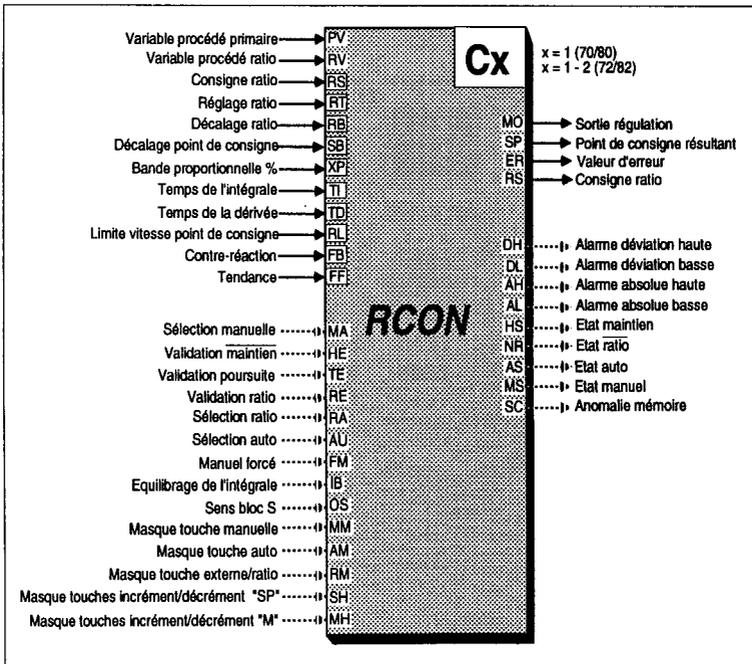

Figure 4.35 Connexions bloc **RCON**
La figure 4.35 représente tous les blocs RCON dans l'instrument (un ou deux blocs suivant le modèle). Chaque bloc a son propre ensemble de paramètres et peut être installé à sa propre adresse. (*Adresses des blocs de régulation : voir nota 1 et 2 à la page 4.3*).
NOTA: PV et RV sont les seules connexions entrantes dans le bloc RPID qui aient besoin d'être connectées pour leur bases de données. Les autres paramètres d'entrée peuvent être mis à jour grâce à la micro-console ou à la liaison de données RS422. Les connexions en option de la figure 4.35 sont identifiées par un cadre. Toutefois, si FM (Manuel Forcé) n'est pas connecté, le programme commence en mode MANUEL FORCE. Par mesure de sécurité, FM devrait être câblé de sorte que MANUEL FORCE prend la relève chaque fois qu'il se produit une anomalie mémoire ou une autre panne importante. Connecter par exemple la sortie anomalie mémoire (CS) du bloc GENP en réunion logique avec des drapeaux en circuit ouvert (OC ou O3) du bloc ANIN qui fournit PV.